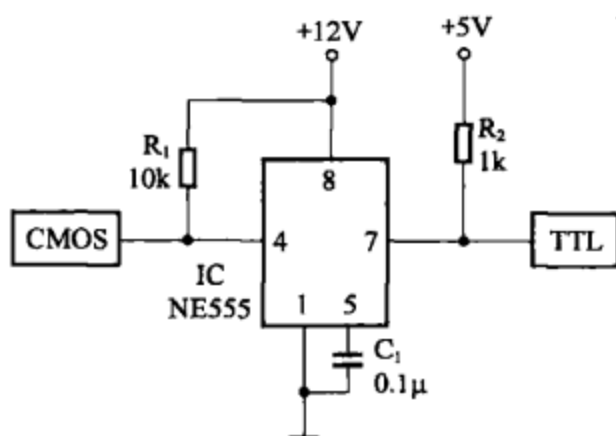

图 7-58
(1) 图 7-58 所示为 CMOS 到 TTL 的电平转换电路。